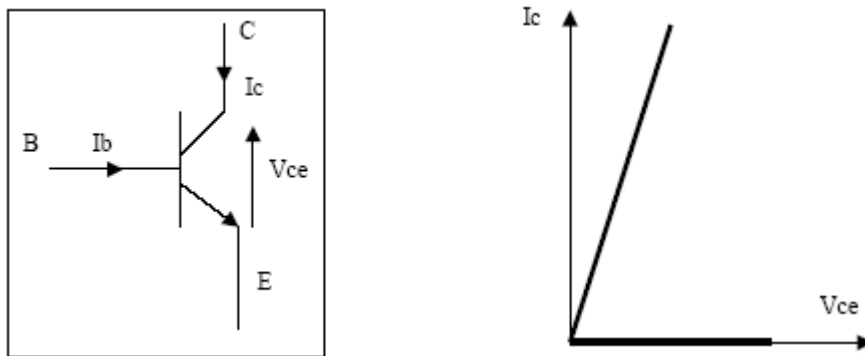

Figure 15
- Commande par I_b , et I_c est le courant commandé (figure 15).